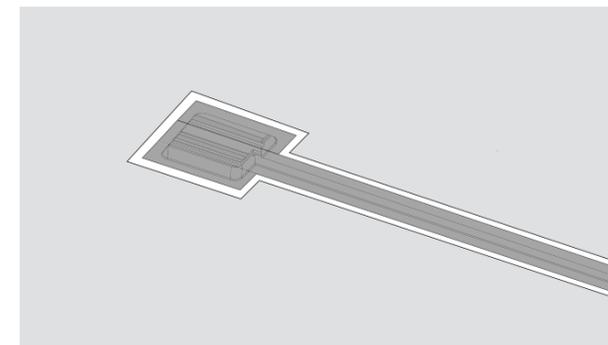

Abb. 6
7. Schleifen Sie über die verputzte Fläche bis der Gipsrahmen der Schiene plan in der Decke sitzt (Abb. 6).